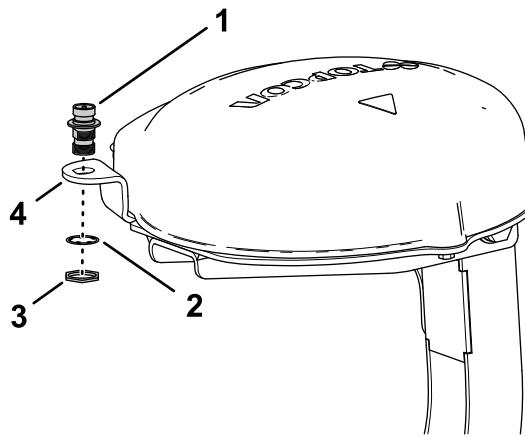

Bild 156
1. Fluchten Sie die Koaxialkupplung durch die Öffnung im RTK-Antennenflansch mit dem Schottgewinde der nach unten zeigenden Kupplung aus (Bild 156).
2. Montieren Sie die Koaxialkupplung mit der Sicherungsscheibe und der Klemmmutter am Flansch der Empfängerplatte und ziehen die Klemmmutter mit der Hand an (Bild 156).